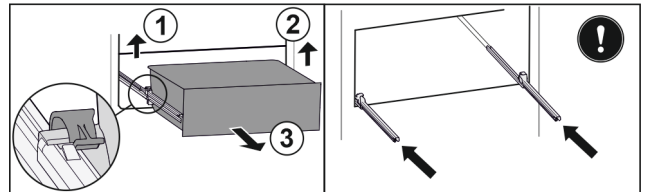

Fig. 183
- ▶ Ngrini lart kapësen e majtë dhe në të njëjtën kohë tërhiqni nga përpara sirtarin e majta. *Fig. 183 (1)*
- ▶ Ngrini lart kapësen e djathtë dhe në të njëjtën kohë tërhiqni nga përpara sirtarin nga e djathta. *Fig. 183 (2)*
- ▶ Hiqeni sirtarin nga përpara. *Fig. 183 (3)*